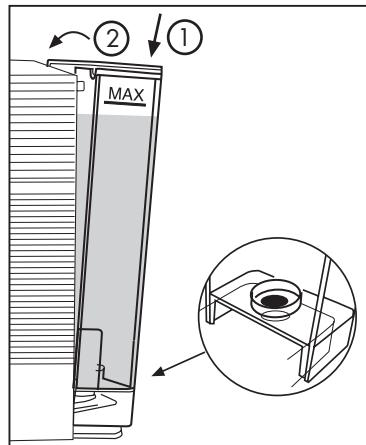

Fig. 3
- Réintroduire le réservoir en l'inclinant légèrement et l'appuyant sur la vanne de l'eau. Presser sur la partie supérieure dans la machine jusqu'au déclic. **(Fig.3)**